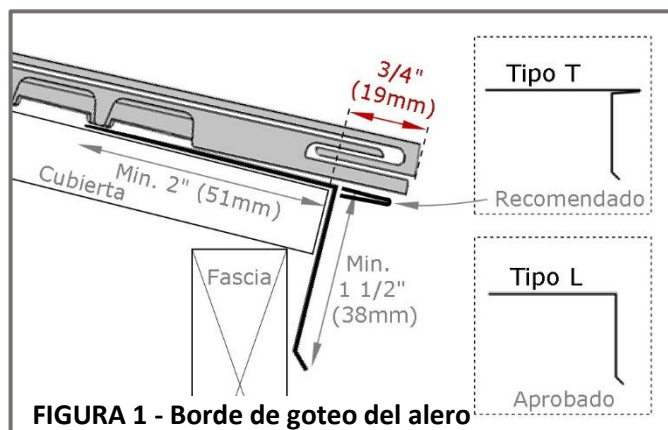

FIGURA 1 - Borde de goteo del alero
- ALEROS** - Instale un borde de goteo Tipo L o Tipo T. El borde de goteo debe extenderse un mínimo de **2" (51mm)** hacia atrás desde el borde del techo, doblarse hacia abajo sobre la imposta (fascia) al menos **1 1/2" (38mm)** y proyectarse hacia afuera para alejar el agua de la tabla de la imposta. Vea la **Figura 1**. F-WAVE recomienda un borde de goteo Tipo T que se extienda **1/2" (13mm)** hacia afuera de los aleros. Aplique la capa base sobre el metal del borde de goteo en los aleros.
- Instale un borde de goteo Tipo T o Tipo L en los aleros. La teja de inicio debe sobresalir del borde del alero **3/4" (19mm)**. Vea la **Figura 1**.